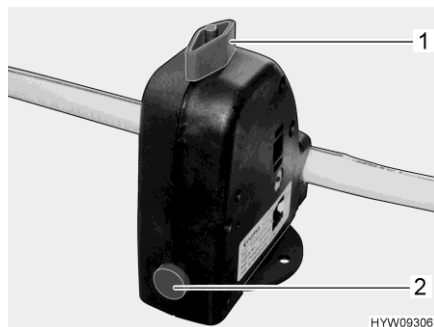

Fig. 80 Válvula de seguridad/purga (caldera)
La caldera está equipada con una válvula de seguridad/purga (Fig. 80). La válvula de seguridad/purga evita que el agua de la caldera se congele cuando no esté conectada la calefacción en caso de helada.
- Cerrar la válvula de seguridad/purga. Para ello, girar el botón giratorio (Fig. 80,1) a la posición transversal en referencia a la válvula de seguridad/purga y hundir el botón (Fig. 80,2).
- Abrir la válvula de seguridad/purga. Para ello, girar el botón giratorio (Fig. 80,1) a la posición longitudinal en referencia a la válvula de seguridad/purga. El botón (Fig. 80,2) salta hacia fuera. La caldera se vacía hacia fuera a través de la válvula de seguridad/purga.